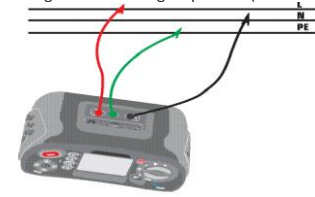

Abbildung 12 - L-N-Leitungsimpedanz (Anschluss der Testleitungen)
- Verbinden Sie die Testleitungen wie in Abbildung 12 dargestellt.